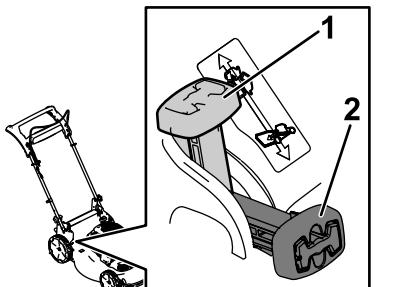

Figure 16
- Pour ramasser les déchets d'herbe et de feuilles**, appuyez sur le bouton du levier de ramassage sur demande et déplacez le levier complètement en avant jusqu'à ce que le bouton ressorte (Figure 16).